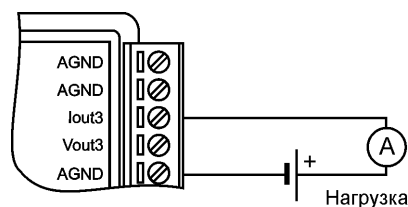
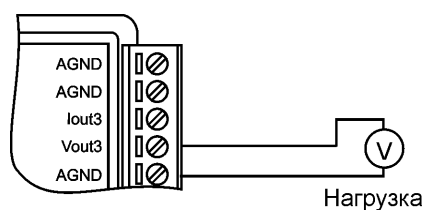

Рис. 5.1. Соединение приборов для юстировки выходного тока
Рис. 5.2. Соединение приборов для юстировки в режиме вывода напряжений
Процесс юстировки токовых каналов модулей выполняется по следующему алгоритму (см. рис. 5.1):
- подключить образцовый амперметр к нулевому выходу модуля Iout0 проводом минимальной длины по схеме на рис. 5.1. Источник напряжения предназначен для питания выходного каскада источника тока и величина его напряжения не влияет на результат юстировки;
- подсоедините образцовый вольтметр к каналу Vout0 (рис. 5.2);
Подключите нагрузку или вольтметр к входным зажимам модуля (см. рис. 5.1, рис. 5.2). Инсталлируйте OPC сервер NLog на Вашем компьютере. После подключения OPC сервера его можно использовать для пересылки команд в модуль и проверки, таким способом, его работоспособности.